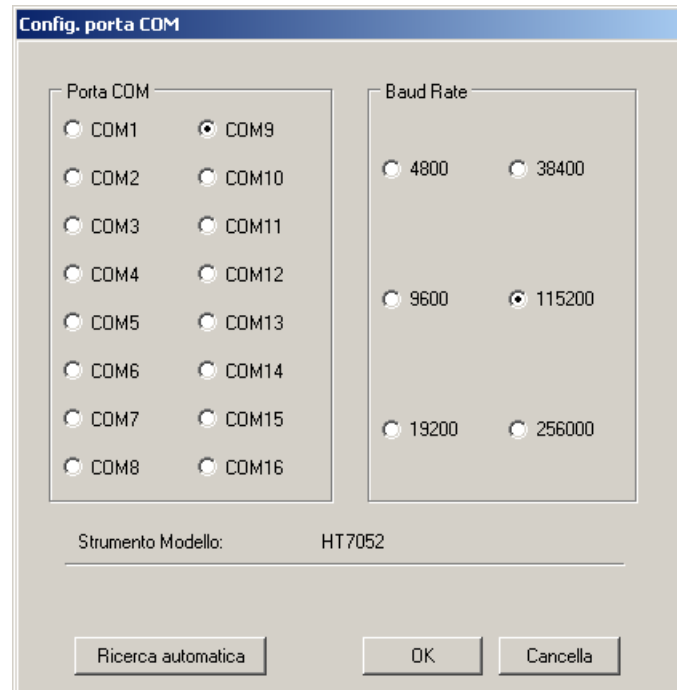

Fig. 49: Connessione strumento a PC
8. Selezionare il comando “**Config → Porta COM...**” e cliccare sul pulsante “Ricerca automatica” al fine di verificare il riconoscimento dello strumento da parte del PC (vedere Fig. 49)